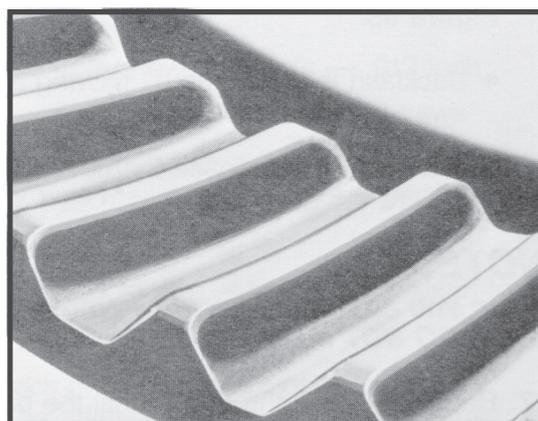

Figura 98
- Com a aplicação de carga no veículo, este contato praticamente abrangerá todo o comprimento do dente, aproximando-se da ponta do mesmo (figura 98).